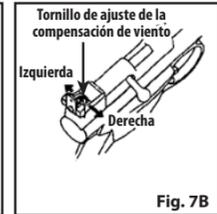

Fig. 7B
- La mira trasera se puede ajustar para disparar a la derecha o a la izquierda (compensación de viento). Afloje el tornillo de ajuste de la compensación de viento girándolo en sentido contrario al de las manecillas del reloj. Mueva la mira a la derecha para que el perdigón golpee a la derecha en el blanco. Mueva la mira a la izquierda para que el perdigón golpee a la izquierda en el blanco. Después, apriete el tornillo de ajuste de compensación de viento girándolo en el sentido de las manecillas del reloj (Fig. 7B).